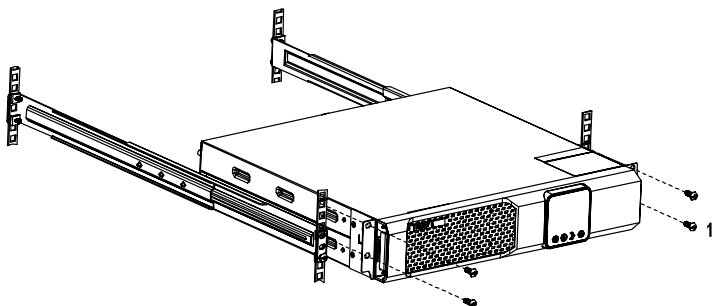

Рис. 21. Подготовительные меры для замены батарей
1. удалите четыре винта M6x16, см. рис. 21.